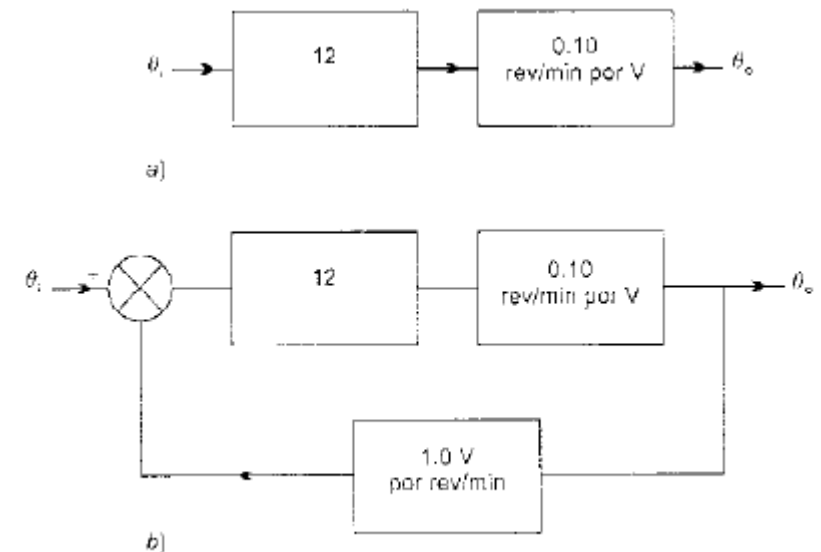

Figura 1.31 Ejemplo 10: a) lazo abierto, b) lazo cerrado
- La figura 1.31 muestra un controlador con una función de transferencia de 12 y un motor con una función de transferencia de 0.10 rev/min por V.